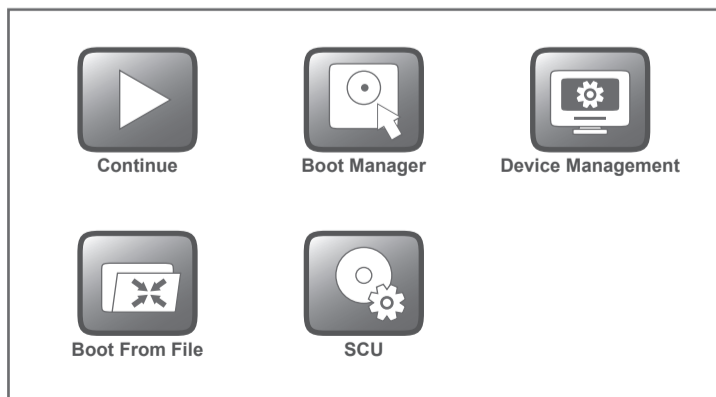

図5.1 アイコンメニュー
- 各種アイコンメニュー (図5.1) が表示されますので、キーボードの矢印キーで操作して選択してください。